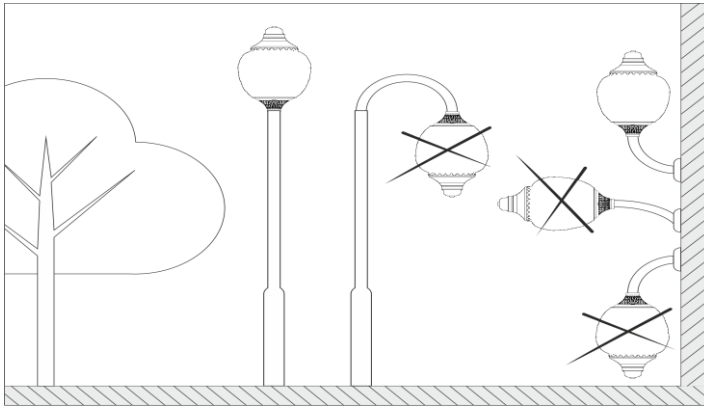

Рисунок 3
5.1 Светильник устанавливается на трубу диаметром 50...60 мм **рассеивателем вверх** (Рисунок 3)